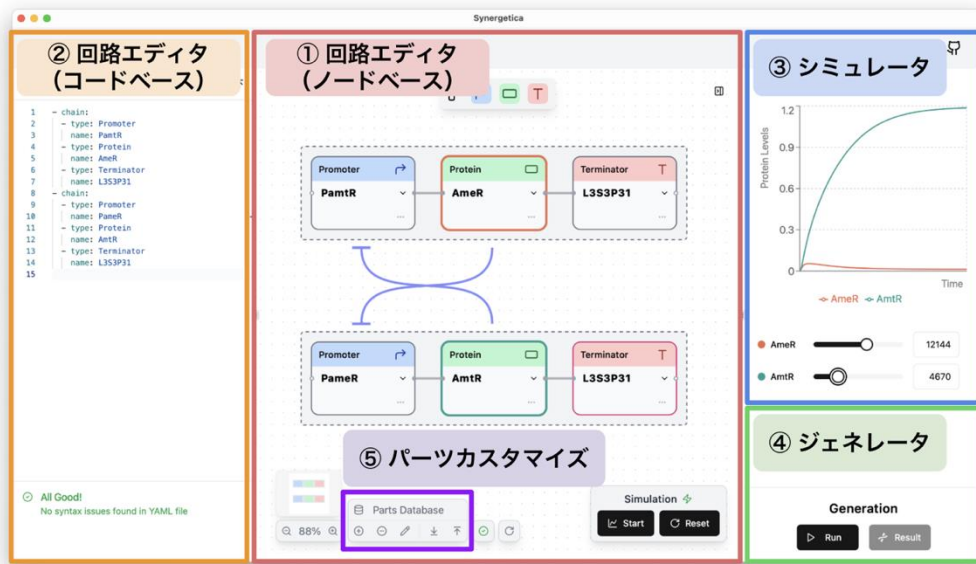
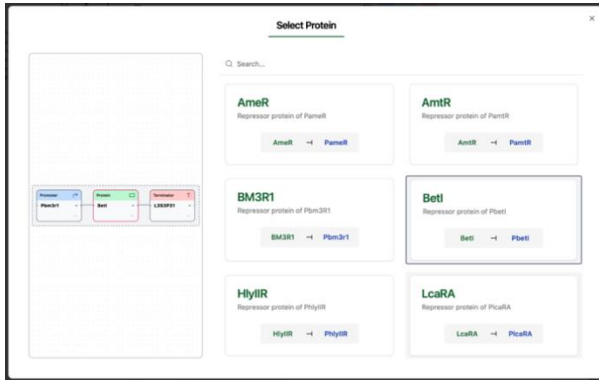
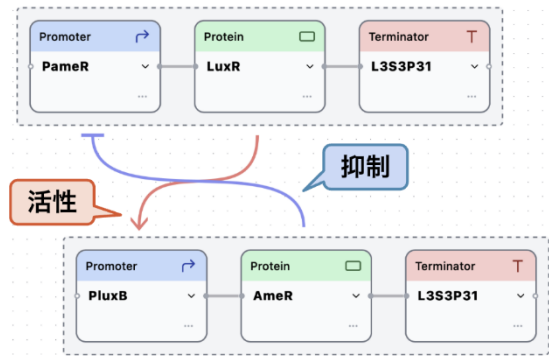

図 2: デスクトップアプリの画面上における各機能の配置
図 3: パーツ選択画面
図 4: 相互作用の表示
本プロジェクトで開発した「Synergetica」は、①人工遺伝子回路を直感的に設計するノードベースの回路エディタ、②YAML 形式のコードによる回路設計を可能にするコードベースの回路エディタ、③回路の動作を時間経過とともに可視化するシミュレータ、④パラメータをもとに DNA 配列を生成するジェネレータ、⑤ユーザー独自のパーツを扱えるようにするパーツカスタマイズ機能が搭載された End to End のデスクトップアプリケーションである(図 2)。
図 2 の画面上部のパレットからプロモータやプロテインなどのパーツをドラッグ&ドロップして配置すると、パーツ同士が自動的に接続されてチェーンが形成される。配置したパーツをクリックするとポップアップウィンドウが開き、パーツ名を選択できるようになっている(図 3)。相互作用するパーツが回路内に含まれている場合には、自動で矢印を描画し、見やすさを保つためにパーツの上下左右に用意したハンドルを使って矢印の端点を動的に切り替える(図 4)。専門家に馴染みがある形状をベースにカード型へ UI のデザインを刷新し、非専門家にも理解しやすくなるように工夫している。さらに画面左下には、回路全体を概観するミニウィンドウや拡大縮小率、バリデーション結果の表示、回路のリセットボタンなどを配置し、操作性の向上を図っている。